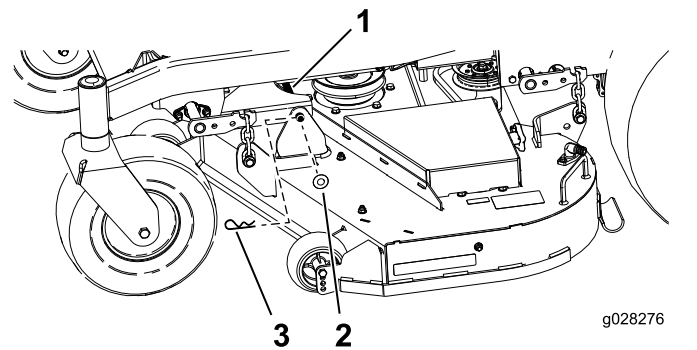

Figura 76
6. Rimuovete la coppiglia e la rondella che fissano il perno d'attacco al telaio e al piatto e rimuovete la barra d'attacco (Figura 76).
9. Fissate il perno d'attacco con le coppiglie e le rondelle rimosse in precedenza (Figura 76).